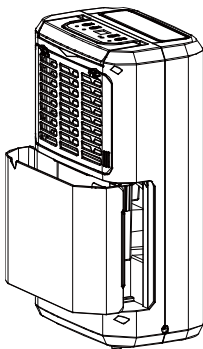

Fig. 1
1. Pressione levemente as laterais do tanque com ambas as mãos e puxe delicadamente para fora. (Fig. 1)